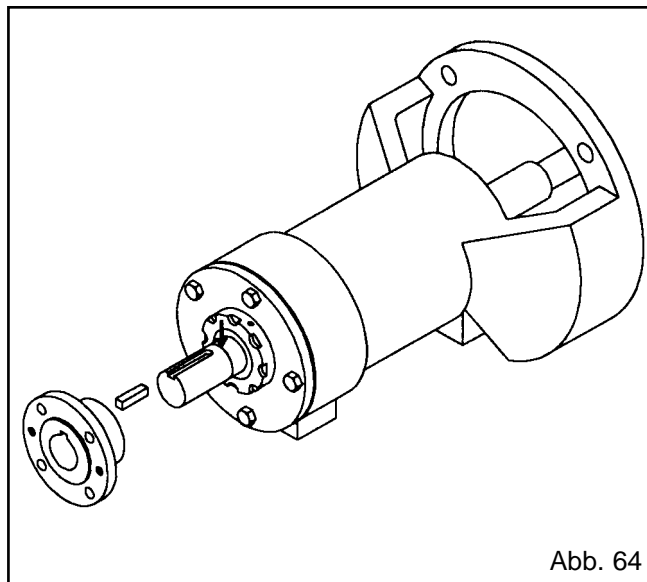

Abb. 64
Die Kupplungsnahe der Pumpenhälfte und den Keil an der während der Demontage angebrachten Markierung auf der Welle (122) montieren (Abb. 64). Auf die Herstelleranweisungen zur Kupplung Bezug nehmen.